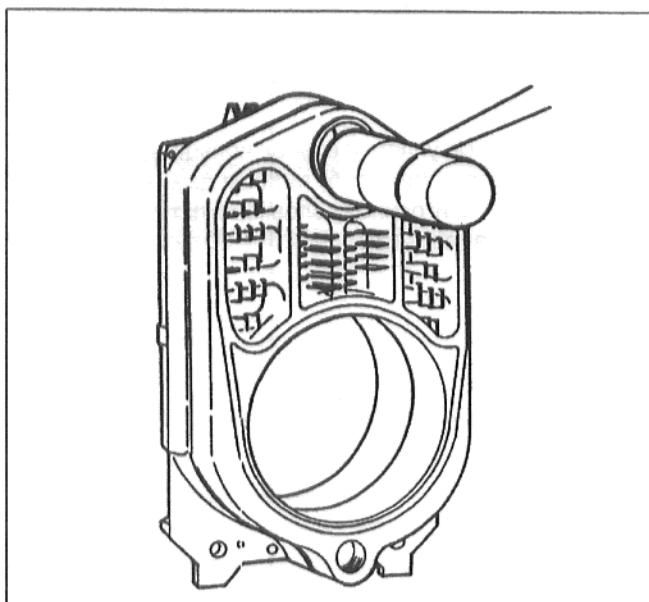

рис. 9
- Легкими ударами резинового или деревянного молотка придинуть заднюю секцию к задней части блока (рис. 9).